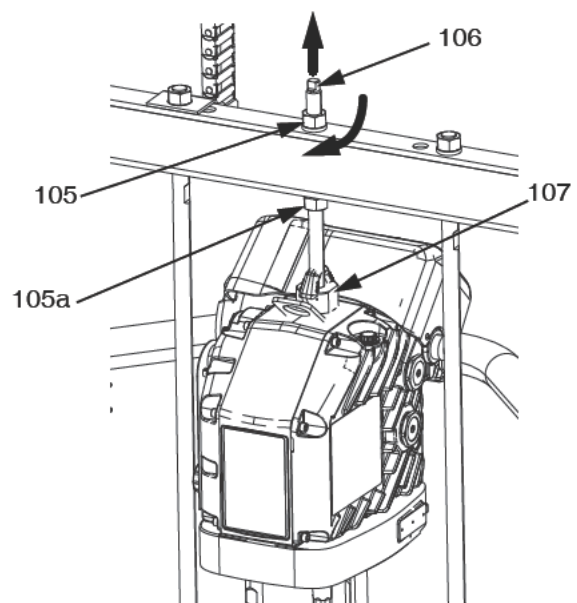

図 24
- a. ラムバーの上端のナット (105) にレンチを使用してドライバーを置換ポンプまで下げます。図 24(31 ページ) を参照してください。ナット (105) をロッドを通して持ち上げ、ラムバーの下で締め付けます。クロスバーの下のナット (105) を最大 34 N•m (25 フィートポンド) で締めます。